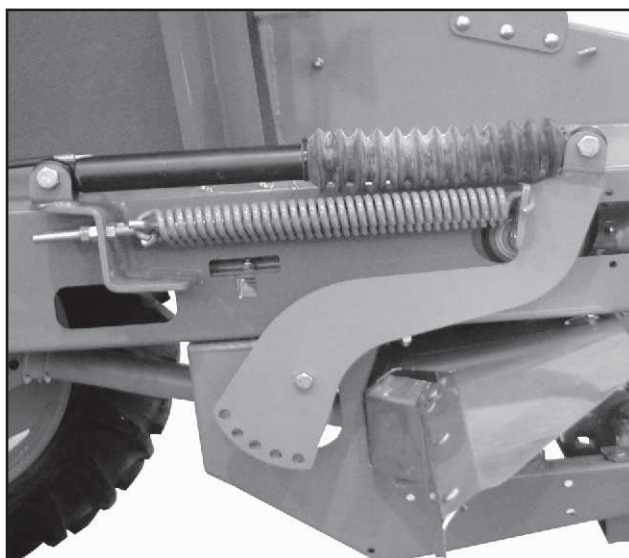

Figura 29
2) Ligue o trator, acione (pressurize) novamente o sistema conforme figura 29.
Obs.: A borracha (formato sanfona, figura 29) cód. 7415-4901-S deve estar bem vedada em suas extremidades bem como, sem furações ou cortes que possibilitem a entrada de contaminantes, o que acarretará em corrosão da haste do cilindro hidráulico, danificando-o.